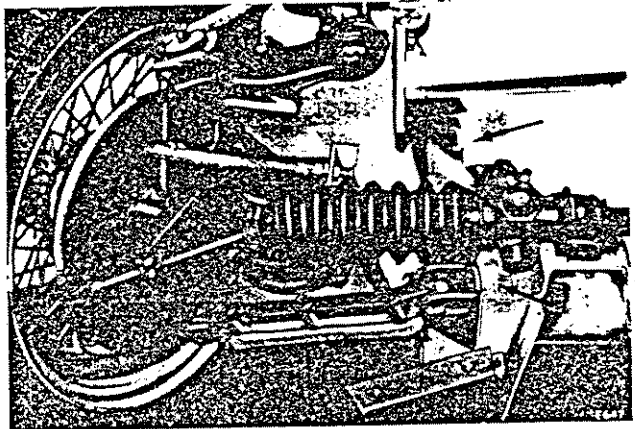

Abb. 30 Anordnung der Beilagscheiben hinter den Lagerbolzen
Handbremse gut anziehen und die Feder, wie auf Seite 4.108 beschrieben, ausbauen. Den unteren Querlenker wie folgt ausbauen und zerlegen. Die Anzahl und Stellung der zwischen dem Fahrgestellrahmen und den vorderen und hinteren Innenlagerbolzenträgern befindlichen Beilagscheiben Abb. 30 beachten. Die Nylocmutter und Unterlegscheiben (31), welche jeden Lagerbolzenträger am Fahrgestell befestigt, entfernen. Den äußeren Lagerbolzen (1, Abb. 29) zwecks Freimachung der beiden unteren Querlenkerarme, herausnehmen.